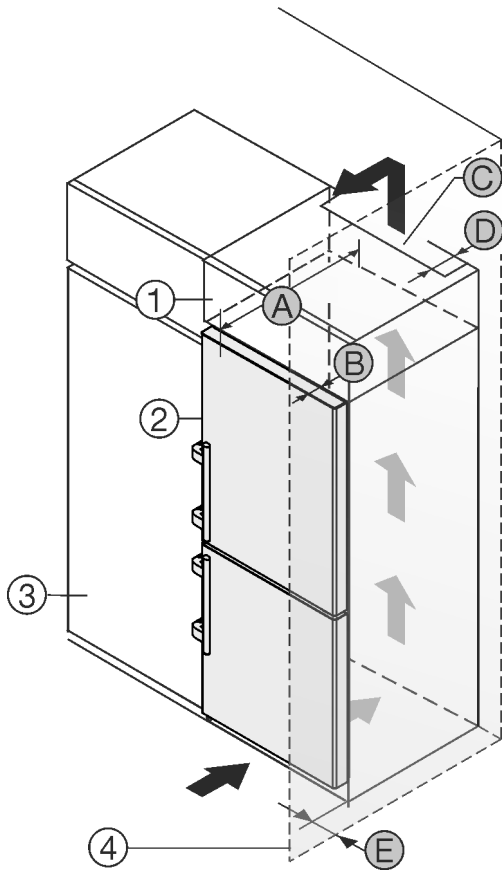

Fig. 47
Das Gerät kann mit Küchenschränken umbaut werden. Um das Gerät Fig. 47 (2) der Küchenzeilenhöhe anzugleichen, kann über dem Gerät ein Aufsatzschrank Fig. 47 (1) angebracht werden.
Das Gerät kann direkt neben dem Küchenschrank Fig. 47 (3) aufgestellt werden. Um die Türe vollständig öffnen zu können, muss das Gerät um die Tiefe Fig. 47 (B) gegenüber der Küchenschrankfront vorstehen. Abhängig von der Tiefe der Küchenschränke und Verwendung von Wandabstandshaltern kann das Gerät weiter herausragen.
- An der Rückseite des Aufsatzschrankes muss ein Abluftschacht mit der Tiefe Fig. 47 (D) über die gesamte Aufsatzschrankbreite vorhanden sein.
- Unter der Raumdecke muss der Entlüftungsquerschnitt Fig. 47 (C) eingehalten werden.
Wenn das Gerät mit den Scharnieren neben einer Wand Fig. 47 (4) aufgestellt wird, muss der Abstand Fig. 47 (E) zwischen Gerät und Wand eingehalten werden. Dies entspricht dem Griffüberstand bei geöffneter Tür.